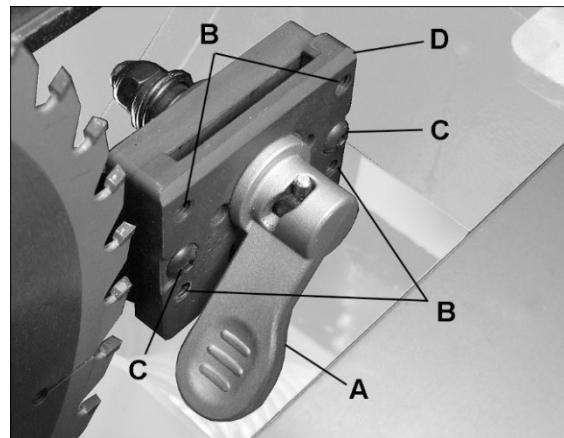
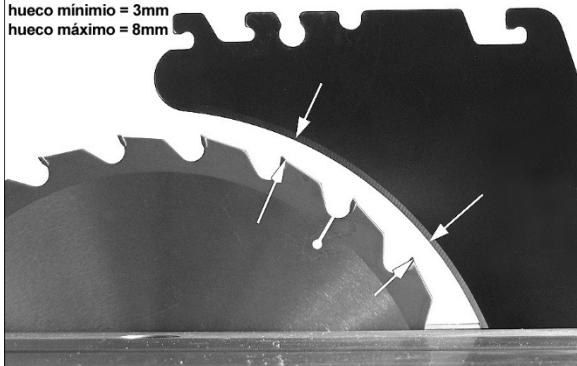

Figura 8-8
Figura 8-9
- Tire hacia arriba de la palanca (A, Figura 8-8) y quite el separador, tomando nota del sentido en que necesita moverse el separador para alinearlo con la hoja de la sierra.
- Use una llave hexagonal de 3 mm para efectuar ajustes en cuatro tornillos de presión (B, Figura 8-8). Ajuste cualquiera de los tornillos presión requeridos para alinear el separador con la hoja de la sierra.
- Reinserte el separador, fije con un palanca de apriete (A) y compruebe la alineación según el paso 2.
El hueco entre la hoja de la sierra y el separador debe estar comprendido entre 3 y 8 mm (0.12 y 0.32 pulg). Vea la Figura 8-9.
- Use una llave hexagonal de 3 mm para efectuar ajustes en cuatro tornillos de botón (C, Figura 8-8). Esto permitirá que la placa de sujeción (D) se deslice hacia adelante y hacia atrás sobre la base fija. Deslice la placa de sujeción (D) acercándola o alejándola de la hoja de la sierra según sea necesario. Trate de que los huecos sean lo más parejos posibles.
- Apriete los tornillos (C).
- Reinserte el separador; enganche la palanca (A) y compruebe que el hueco entre la hoja de la sierra y el separador esté comprendido entre 3-8 mm (Figura 8-9).